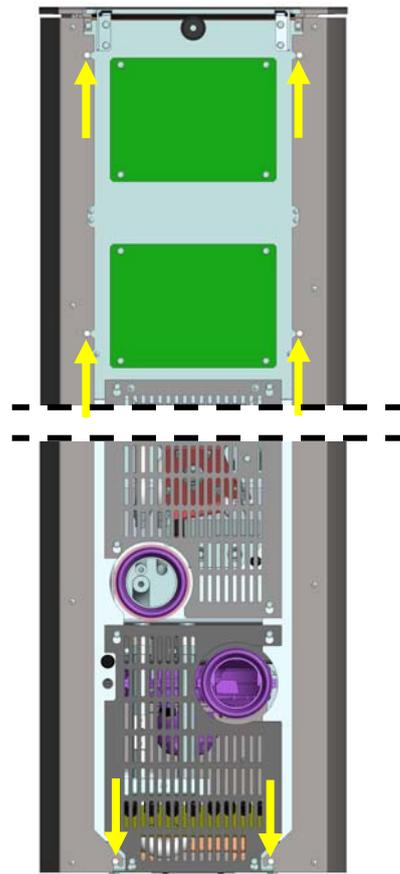

Fig. 11 : vue arrière daily.nrg®
1. Desserrez les 6 vis de l'habillage latéral sur la face arrière, ne sortez pas les vis (Fig. 11).